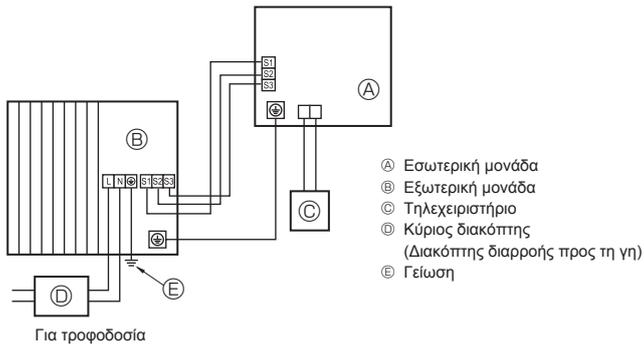
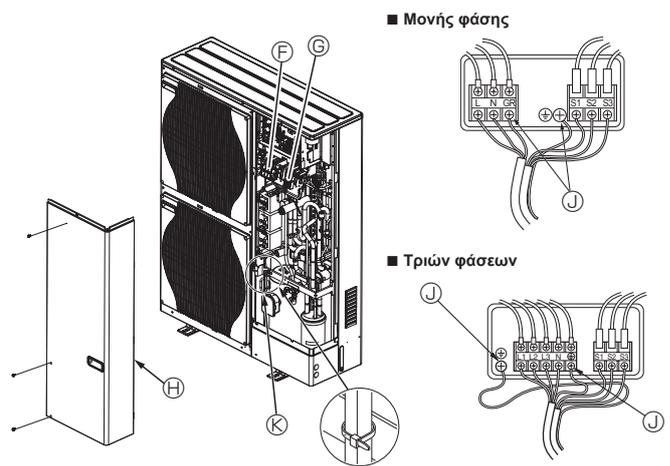

Fig. 5-1
Fig. 5-2
5.1. Εξωτερική μονάδα (Fig. 5-1, Fig. 5-2)
- 2 Συνδέστε τα καλώδια που αναφέρονται στην Fig. 5-1 και στην Fig. 5-2.